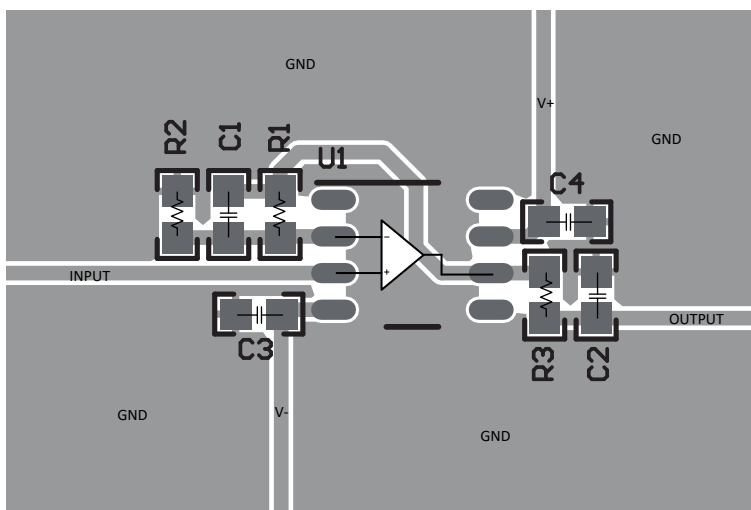

Figure 33. 同相配置的运算放大器电路板布局
- 外部组件的位置应尽量靠近器件。如 Figure 33 所示，使 R_F 和 R_G 接近反相输入可最大限度地减小寄生电容。